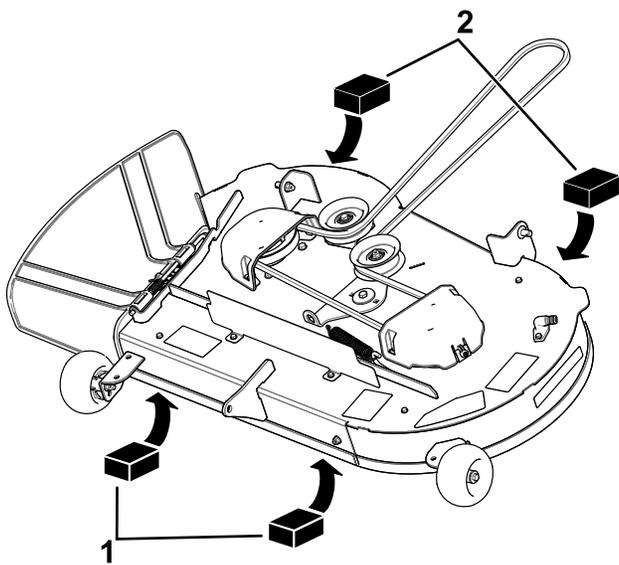
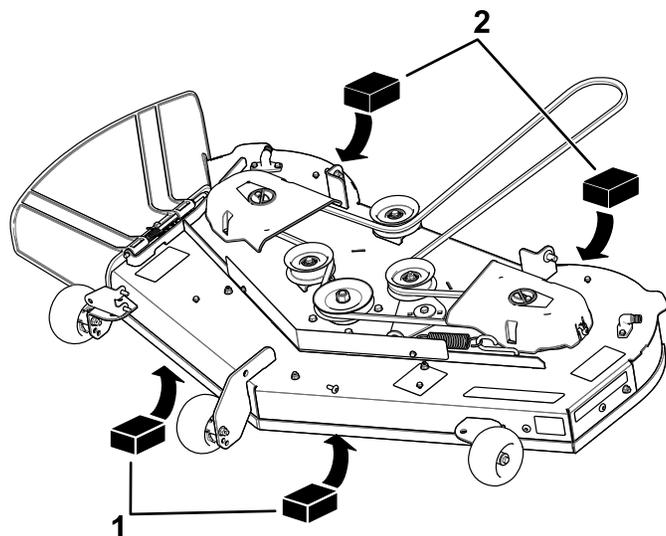

Figura 66
Figura 67
4. Coloque dos bloques de 6.6 cm (2 5/8") de grosor debajo de cada lado del borde delantero de la carcasa, pero no debajo de los soportes de los rodillos protectores del césped (Figura 66 o Figura 67).
5. Coloque dos bloques de 7.3 cm (2 7/8") de grosor debajo del borde trasero del faldón de la carcasa de corte, uno en cada lado de la carcasa de corte (Figura 66 o Figura 67).